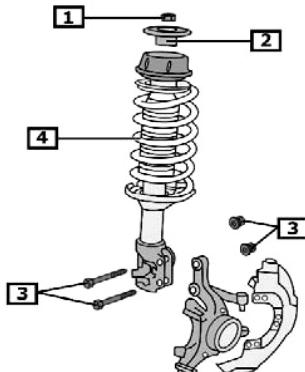

Fig. 1:
- **Fig. 1** Untere Federbein-Befestigungsschrauben (3) entfernen.
- **Fig. 1** Remove lower suspension strut attachment screw (3).
- **Fig. 1** Retirar los tornillos de sujeción inferior del amortiguador (3).